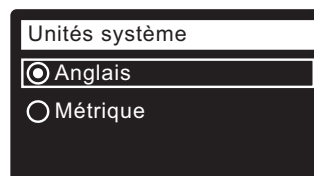

FIG. 24
17. **UNITÉS SYSTÈME** Passez à l'étape 18 si le cercle des unités souhaitées a déjà un point (cf. Figure 24). Sinon, appuyez sur le bouton BAS (▼) ou HAUT (▲) pour choisir les unités, puis sur le SÉLECTEUR (O) pour valider votre choix.
18. Appuyez sur le SÉLECTEUR (O) :